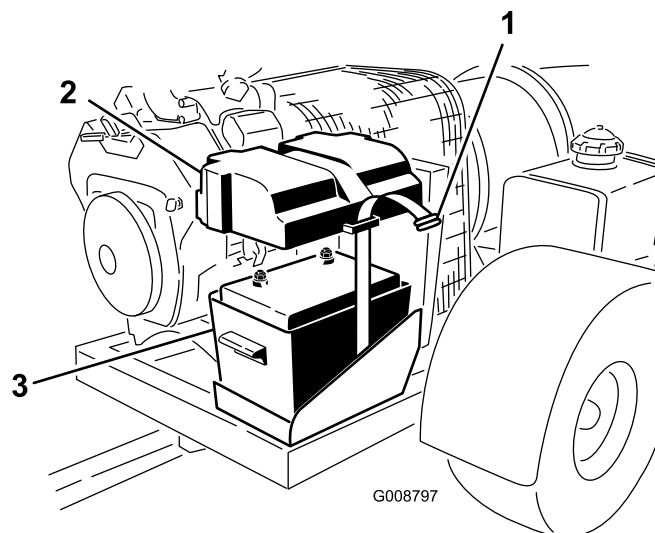

図 3
2. バッテリー・カバーをバッテリー・ボックスに固定しているベルト（ストラップ）を外す（図 3）。